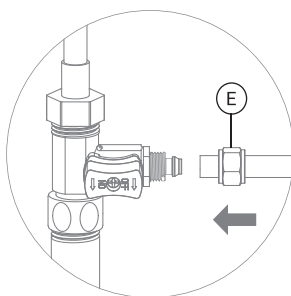
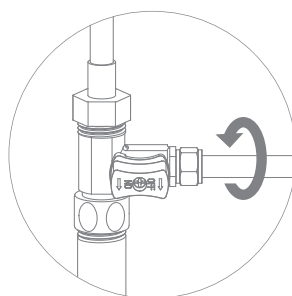

Рис. 6
Рис. 7
2. В гайку (Е) проденьте зеленую трубку (рис. 6). Конец трубки наденьте на штуцер адаптера-вентиля до упора и плотно накрутите гайку (рис. 7).